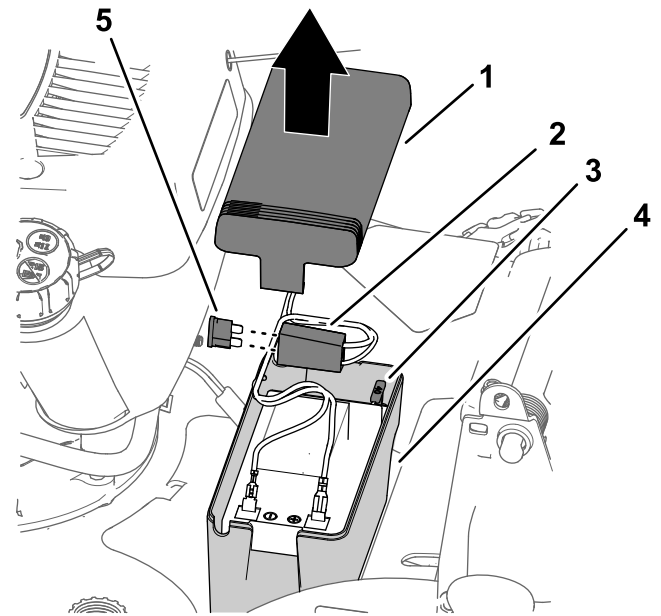

Figure 26
1. Enlevez le couvercle du logement de la batterie (Figure 26).
2. Localisez le fusible (Figure 26).
3. Remplacez le fusible dans le porte-fusible (Figure 26).
4. Remplacez le couvercle sur le logement de la batterie (Figure 26).